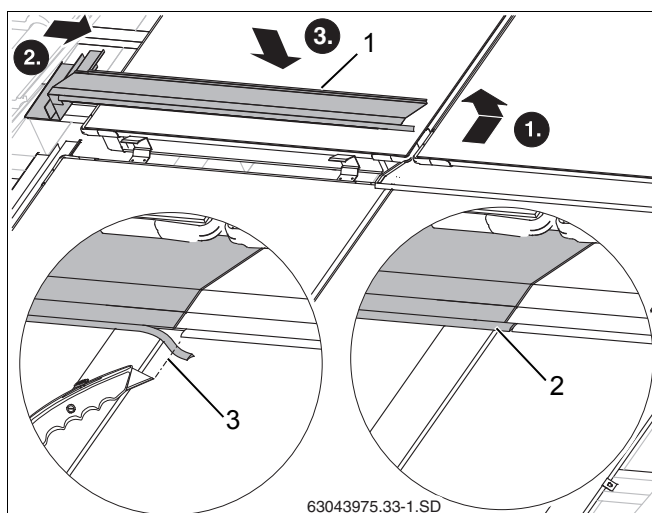

Рис. 53 Укладка левого среднего накладного листа
- ▶ Отогнутый край левого накладного листа (рис. 53, [1]) уложите так же, как и для правого листа в раму коллектора.
- ▶ Укоротите резиновый язычок настолько (рис. 53, [3]), чтобы он уперся в резиновый язычок правого накладного листа.
- ▶ Вставьте резиновый язычок левого накладного листа в фальц правого накладного листа (рис. 53, [2]).